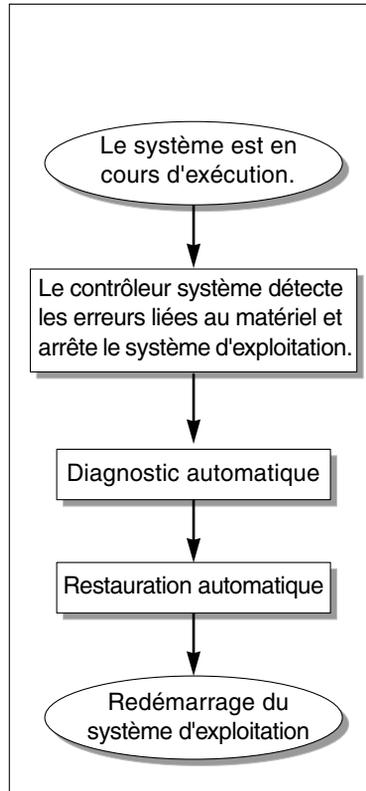

FIGURE 7-1 Procédure de diagnostic et de reprise automatiques
Selon le type d'erreurs qui se produisent au niveau du matériel et les contrôles de diagnostic configurés, le contrôleur système effectue différentes procédures de diagnostic et de reprise, comme indiqué à la FIGURE 7-1. Le microprogramme comporte un moteur de *diagnostic automatique* (AD), qui détecte et identifie les erreurs liées au matériel ayant un impact sur la disponibilité du système.
Le récapitulatif ci-dessous explique la procédure représentée à la FIGURE 7-1 :